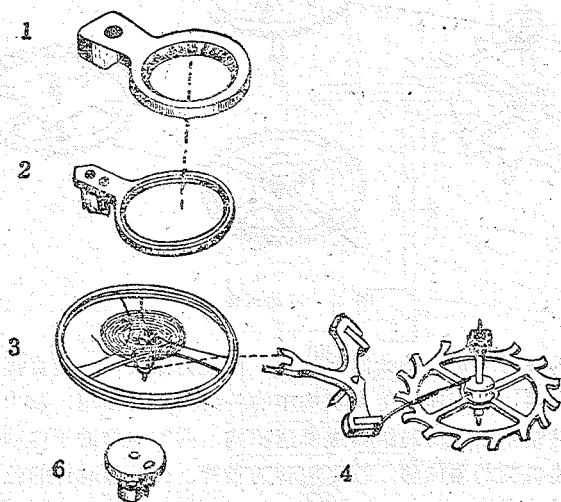

图 5
④擒纵调速机构：擒纵机构一般是由擒纵轮、擒纵叉、双圆盘以及叉限位钉组成。它是利用擒纵轮齿与叉瓦的“擒纵”动作，以及叉头与双圆盘的相互配合，将发条力矩传递给调速组件进行持续的运动，同时与调速组件配合，使发条力矩等速地放松（见图5）。